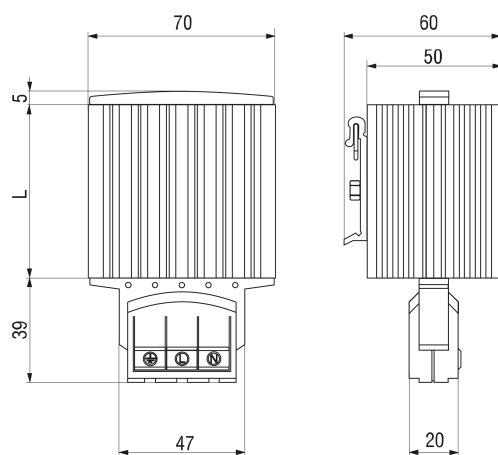

Рисунок 4.3 – Габаритные размеры МТК-ЕНххх
1. Подготовить место на DIN-рейке согласно габаритным размерам нагревателя (см. рисунок 4.3 или 4.4).